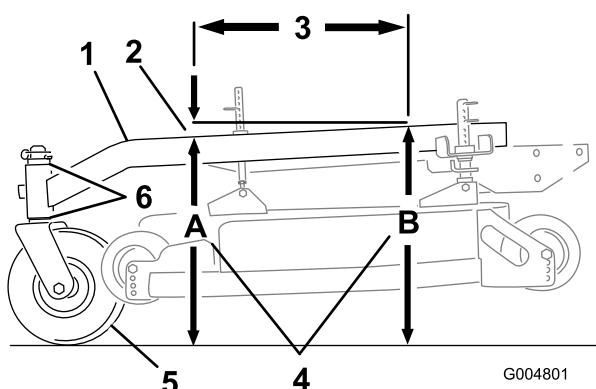

Figure 74
L'inclinaison avant/arrière du bâti porteur doit être comprise entre 3 mm (1/4") et 9 mm (3/8") sur 61 cm (24") de sa longueur (Figure 74).
1. Mesurez 61 cm (24") sur le bâti porteur (Figure 74).
2. Mesurez la hauteur du bâti porteur au point **A** (Figure 74).
3. Mesurez la hauteur du bâti porteur au point **B** (Figure 74).
4. La hauteur au point **A** doit être inférieure de 3 à 10 mm (1/8 à 3/8") par rapport au point **B** (Figure 74).
5. Si ce n'est pas le cas, déplacez les entretoises des roues pivotantes de manière à obtenir l'inclinaison voulue de 3 à 10 mm (1/8 à 3/8") (Figure 74). Déplacez les entretoises en haut ou en bas pour corriger l'inclinaison.